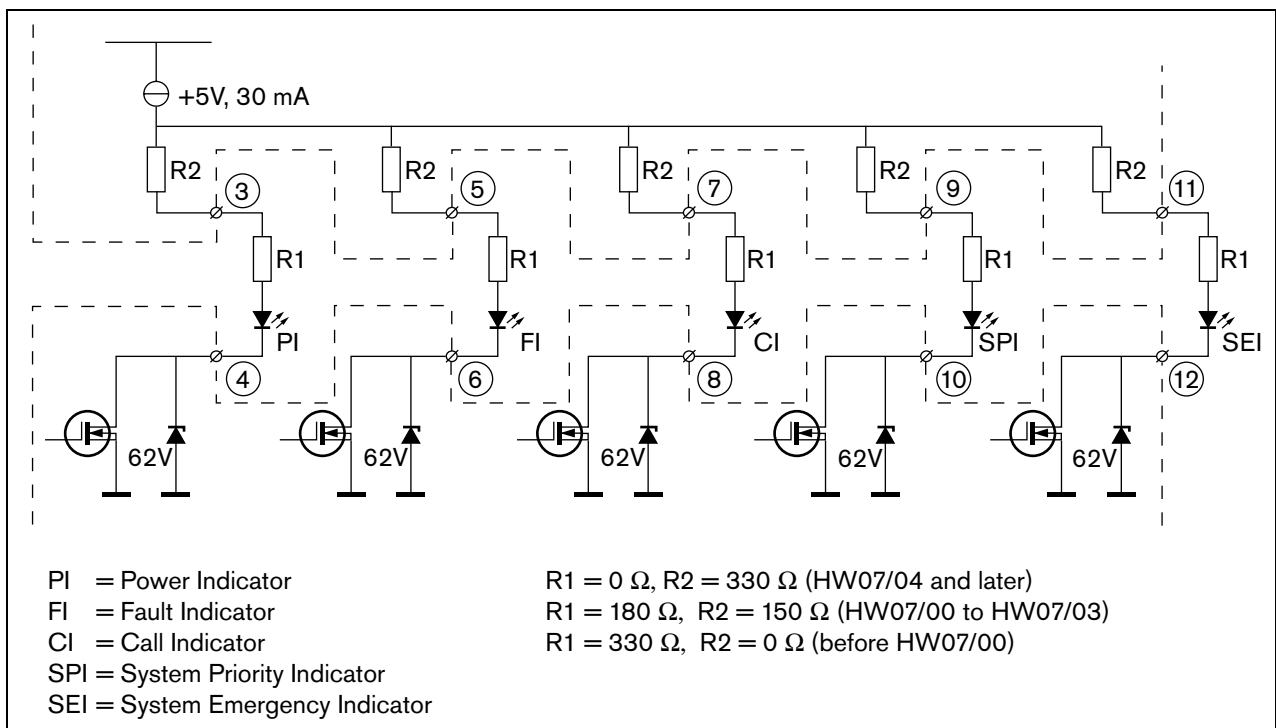

Abbildung 18.9: Intern versorgte LED
- Intern mit Strom versorgte Lampe oder LED. Siehe Abbildung 18.9 für ein Anschlussschaltbild.
- Lampe mit externer Stromversorgung oder LED. Siehe Abbildung 18.9 für ein Anschlussschaltbild.
Der Wert des Widerstands R in Abbildung 18.9 hängt von der Spannung der externen Quelle, der Durchlassspannung der LED und dem Strom ab, der durch die LED fließt: